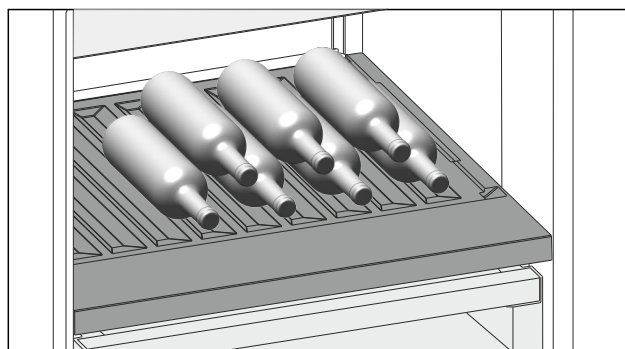

Fig. 114
- ▶ Legg inn flaskene med bunnen bakover mot bakveggen. (se *Fig. 114*)